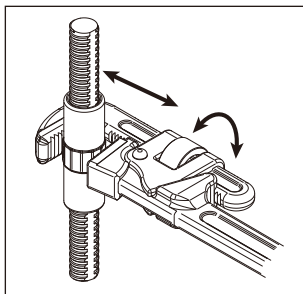

図 13 Fig.13
- ②パイプレンチ部分のグリップをまわして、パイプにしっかりとはさむ。(図 13)
- ③トルクレンチを右 (チューブに記載の **ONLY** 方向) に回して締付ける。左方向 (**ONLY** の逆) に回しても「カチン」音はしません。
- ④「カチン」と音がしたら締付け完了です。
- ① Set the proper torque. Refer to "How to set the torque."
- ② Adjust knurl to set proper jaw position. (Fig.13)
- ③ Turn the torque wrench clockwise (**ONLY** direction on the tube) to fasten the bolt. When you turn it counterclockwise (opposite direction of **ONLY**), you don't hear a "click".